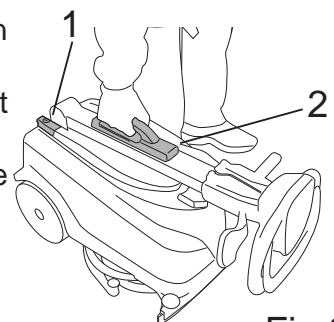

Fig.6
- Schalten Sie die Maschine über den Hauptschalter aus (Abb. 6, Pkt. 1).
- Heben Sie die Maschine mit dem Handgriff am Fahrgriff an (Abb. 6, Pkt. 2).